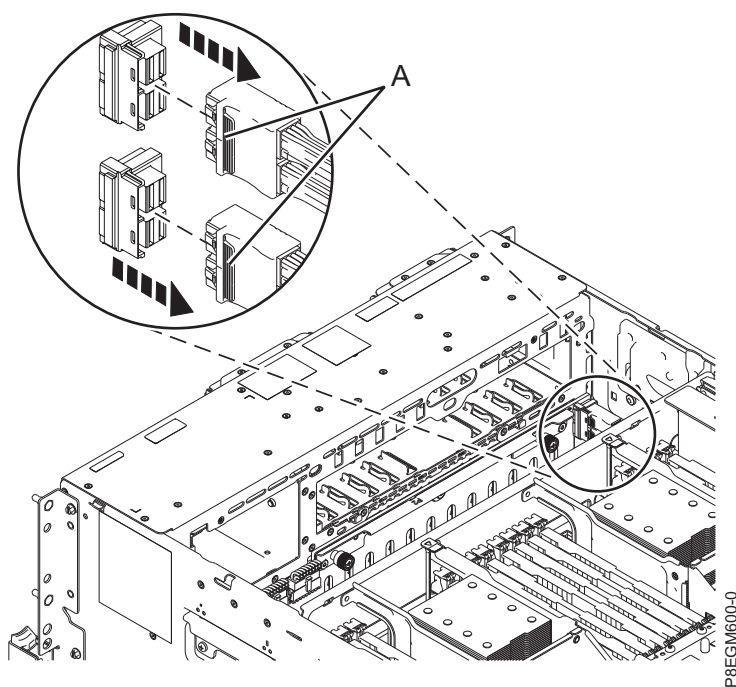

Figura 12. Desligar os cabos SAS do painel posterior da unidade de disco
4. Identifique os cabos SAS frontais que estão ligados ao adaptador interno SAS RAID que pretende remover. Prima o trinco (A) e desligue o conector do cabo do painel posterior da unidade de disco, como demonstrado em Figura 12 na página 15. Deixe o outro terminal do cabo ligado ao conector P1 ou P2 no adaptador interno SAS RAID até ser informado para o desligar.